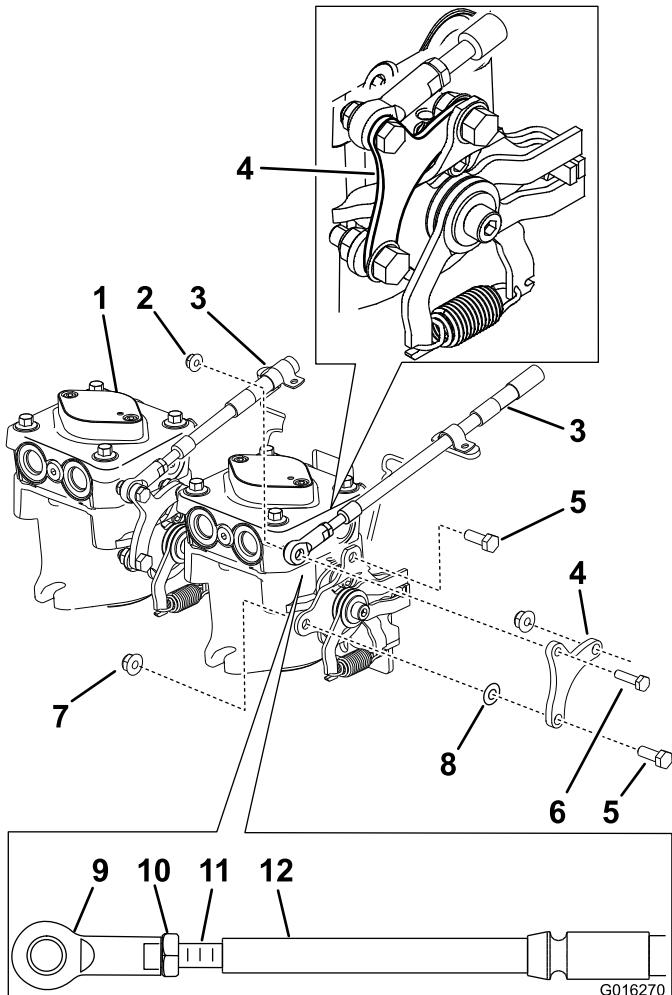

図 13
6. 各ポンプからポンプアームを取り外す（図 13）。取り外したものは捨てないと。
9. 各ポンプにポンプアームを取りつける；既存のボルト (5/16 x 7/8 inches) (2本) と既存のフランジナット (5/16 インチ) (2 個) を使用する（図 13）。
10. 新しいポンプアームに、下部ケーブルを取り付ける；ボルト (1/4 x 1 inch) (1本) とフランジナット (1/4 インチ) を使用する。反対側にも同じ作業をする（図 13）。